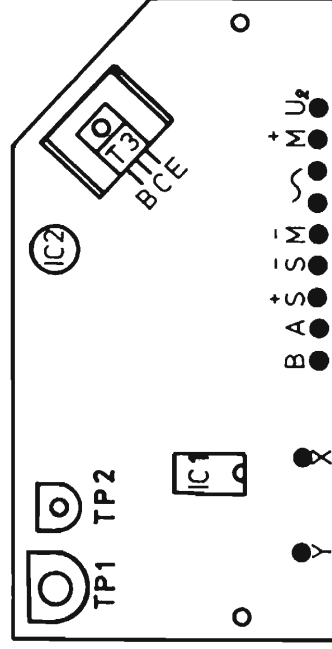

Bild 2
Im Fall A das Trimpotentiometer TP 1 (Bild 2) von unten um etwa 90° bis 120° im Gegenuhrzeigersinn drehen, das Gerät einschalten und TP 1 langsam im Uhrzeigersinn verstellen, bis das Gerät ausschaltet.
- c) **Neueinstellung:** Voltmeter anschliessen, Minuspol an M—, Pluspol an X auf der Printplatte. Gerät einschalten (Drehzahl 33¹/₃ [min.⁻¹]). Tonarm auf Anfang des Feldes mit Auslaufrillen-Steigung 1,6 mm (Lenco-Prüfplatte 722, Seite A) aufsetzen. Stellt das Gerät nach einigen Umdrehungen ab, TP 2, (Bild 2) im Gegenuhrzeigersinn verstellen und Vorgang wiederholen. Der Tonarm bewegt sich nun über das ganze Auslaufrillenband. Dabei Voltmeter beobachten und höchste angezeigte Spannung ablesen (zirka 0,8 bis 2,2 Volt).
Nun Plusklemme des Voltmeters von Punkt X auf Punkt Y legen (Bild 2). Gerät einschalten, Tonarm auf der Stütze. Mit TP 2 (Bild 2) eine um 0,5 Volt höhere Spannung, als an Punkt X abgelesen, einstellen, d. h. etwa 1,3 bis 2,7 Volt. Anschliessend Kontrolle nach a und b wiederholen.